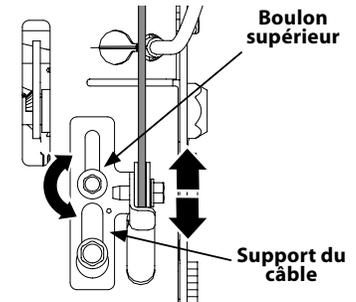

Figure 2-56
2. Desserrez le boulon supérieur sur le support du câble de la commande d'entraînement. Voir Figure 2-56.